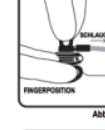

Abb. 5
1. Positionieren Sie Zeige- und Mittelfinger an der Basis des Pro-Locks von der entgegengesetzten Seite des Verlängerungsschlauchs. Erfassen Sie mit der freien Hand fest die Flügel zwischen Daumen und Zeigefinger (Abb. 5).
- Stabilisieren Sie den Port, indem Sie zwei Finger auf die Basis des Sicherheits-Infusionsbestecks Pro-Lock™ CT legen (von der entgegengesetzten Seite des Verlängerungsschlauchs (Abb.5).
1. **Placera pek- och längfinger på Pro-Lock's bas från sidan mitt emot förlängningsslängen.** Med den lediga handen fattas vingarna stadigt mellan tumme och pekfinger (Fig. 5).